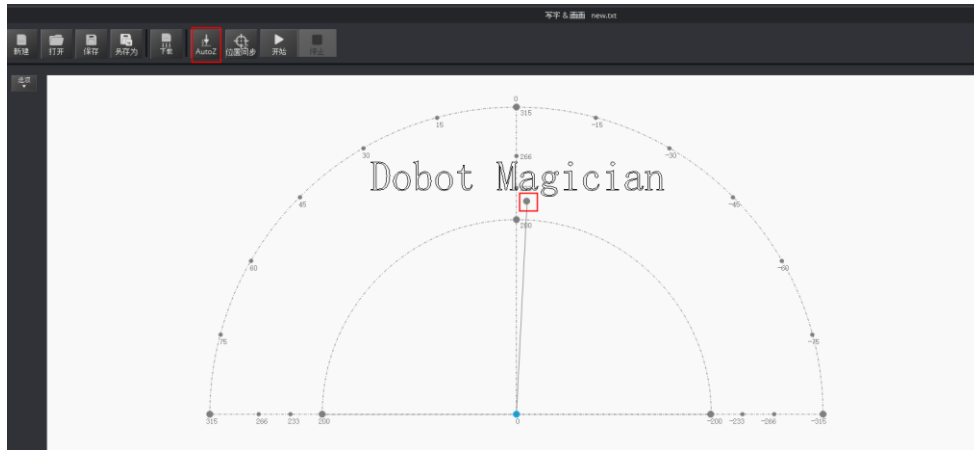

图 5.48 锁定写字高度
**步骤 2** 在“写字 & 画画”页面单击“AutoZ”，获取并保存当前的Z轴值。执行此步骤后，再次写字时无需手动调整笔尖位置，直接导入PLT或SVG文件，然后单击“位置同步”，最后单击“开始”即可写字。如图 5.48所示。